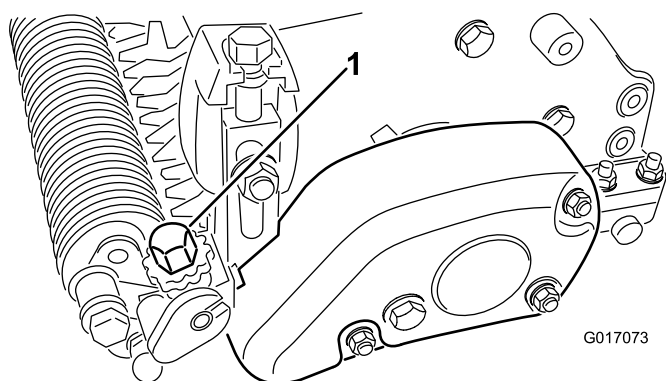

Figura 22
5. Da un'estremità dell'albero grooming, misurate la distanza tra la punta inferiore della lama grooming e la superficie di lavoro. Girate la manopola di regolazione dell'altezza (Figura 22) per sollevare o abbassare la punta della lama all'altezza di grooming desiderata.